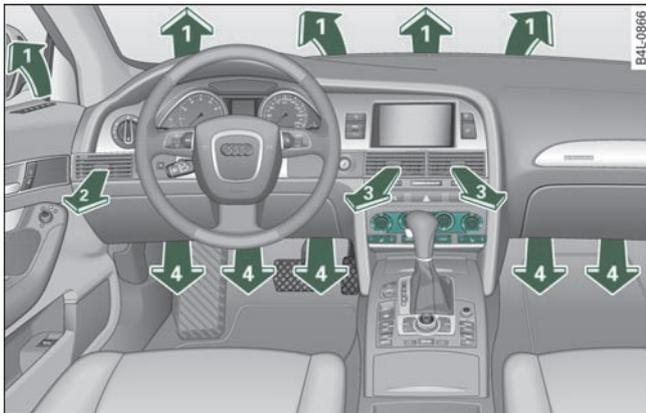

图 91 仪表盘：出风口的排列位置
意要打开出风口 ② 和 ③，以便取得最佳的通风效果 => 第85页，图 91。